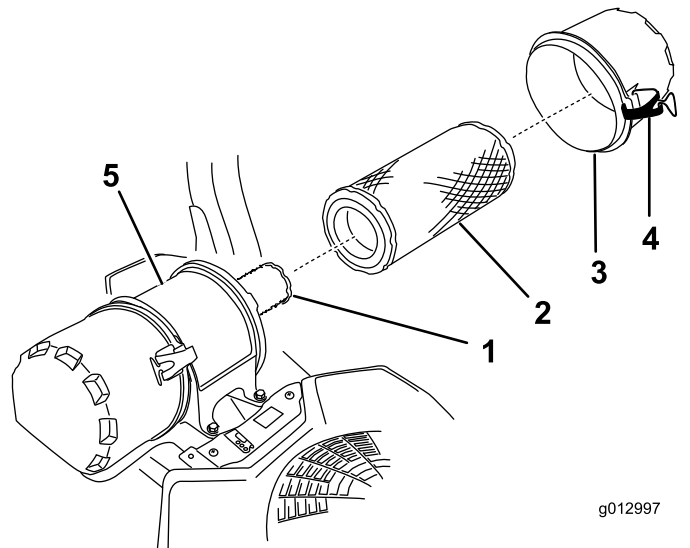

Figura 37
6. Abra los cierres del limpiador de aire y tire de la tapa de la entrada de aire para separarla del cuerpo del limpiador de aire (Figura 37).
8. Extraiga con cuidado el filtro primario de la carcasa del limpiador de aire (Figura 37).
2. Si va a cambiar el filtro de seguridad, deslícelo cuidadosamente en el cuerpo del filtro (Figura 37).
3. Deslice cuidadosamente el filtro primario por encima del filtro de seguridad (Figura 37).
4. Instale la tapa del limpiador de aire y fije los cierres (Figura 37).